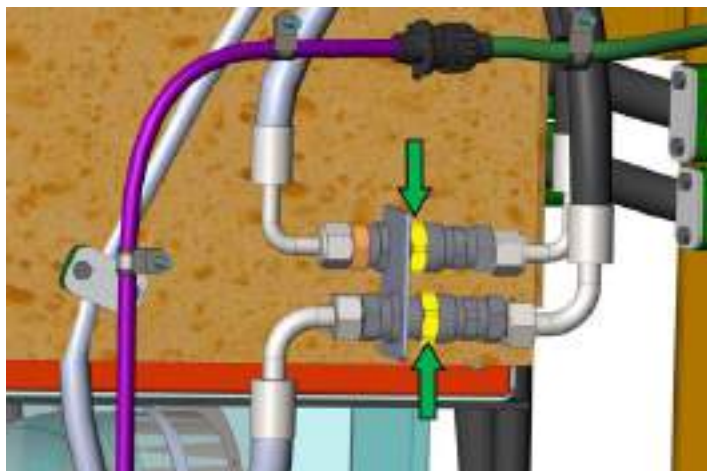

Рисунок 5.30. БРС хладопроводов системы кондиционирования
Точки подключения быстроразъемных соединений хладнопроводов системы кондиционирования размещена под кабиной слева, см. рис. 5.30. Для их отключения необходимо:
- ▶ Ключом  на 30 вращая гайку против часовой стрелки разъединить быстроразъемное соединение хладнопроводов системы кондиционирования (см. рис. 5.30, гайки показаны стрелками).